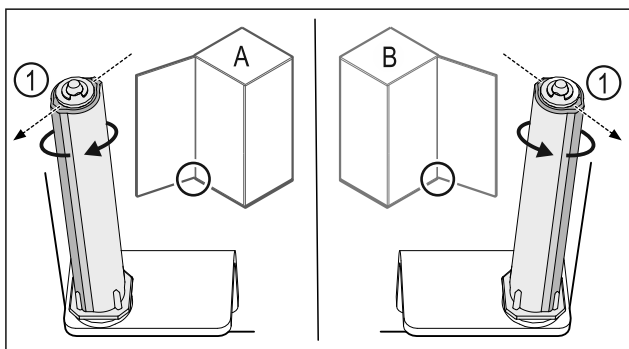

Fig. 41 Venstreanslag (A)/højreanslag (B)
- Drej lukkesystemet mod modstanden, indtil lukkesystemets forbindelsesdel Fig. 41 (1) peger udad.